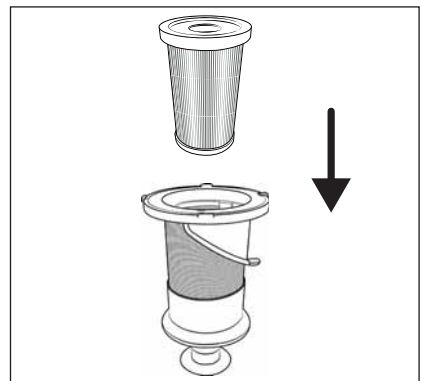

Fig. 22
① Remarque :
- Ne tournez pas le filtre en acier inoxydable ⑥ lorsque vous l'insérez dans le bac à poussière ⑦. Aidez-vous des deux repères placés sur le filtre en acier inoxydable ⑥ et sur le bac à poussière ⑦ pour insérer correctement le filtre en acier inoxydable ⑥.
- 7) Insérez le filtre HEPA ⑤ dans le filtre en acier inoxydable ⑥ (voir fig. 22).